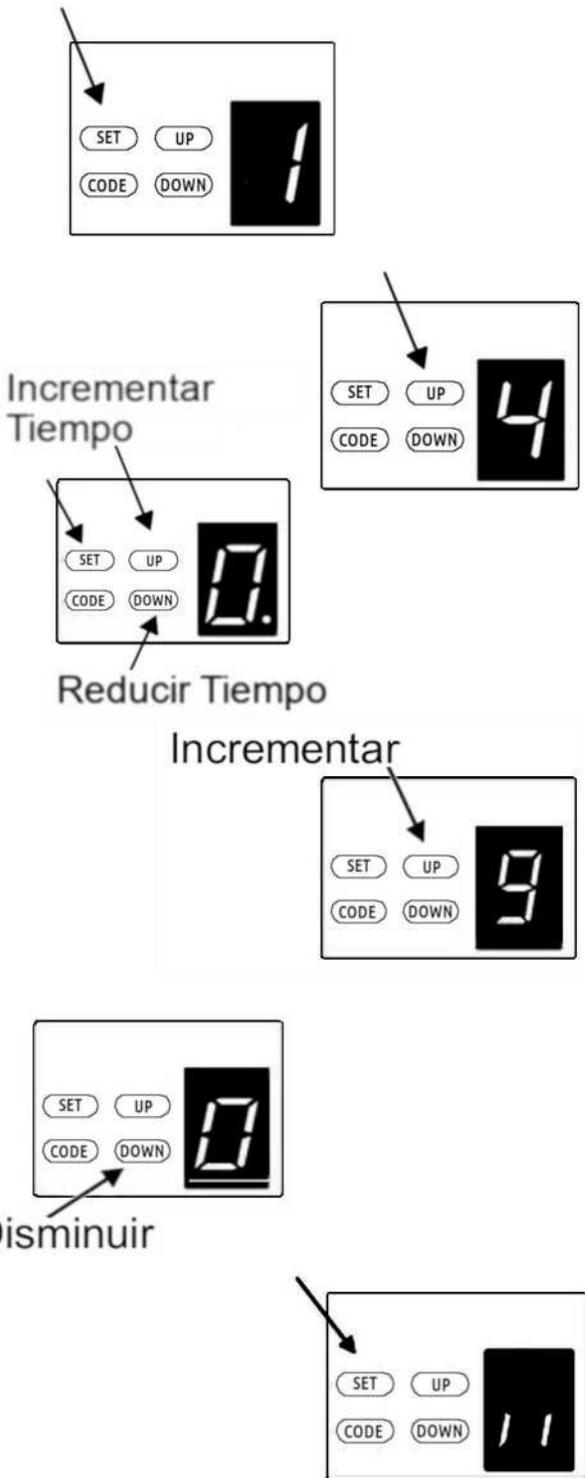

Fig.43
7.6.-Ajuste del Tiempo de Cierre Automático. (Fig.43)